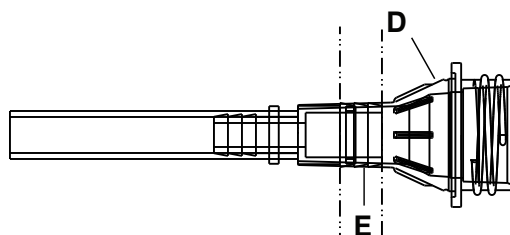

Figure 7 – Installer le collier de serrage sur le corps de clapet
12. À l'aide d'un pistolet de serrage pour colliers, centrer le collier de serrage fourni (E) autour du corps de clapet (D) et du raccordeur (Figure 7).
14. À l'aide d'un pistolet de serrage pour colliers, centrer le collier de serrage fourni (E) autour du corps de clapet (D) et du raccord réducteur (Figure 7).